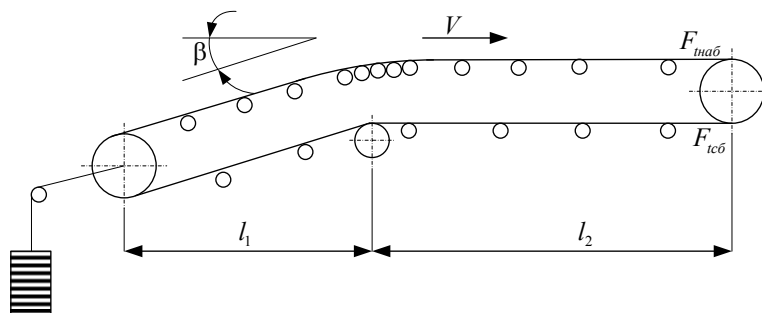

Рис. 2
**2. Рассчитать ленточный конвейер для перемещения угля (рис. 2).**